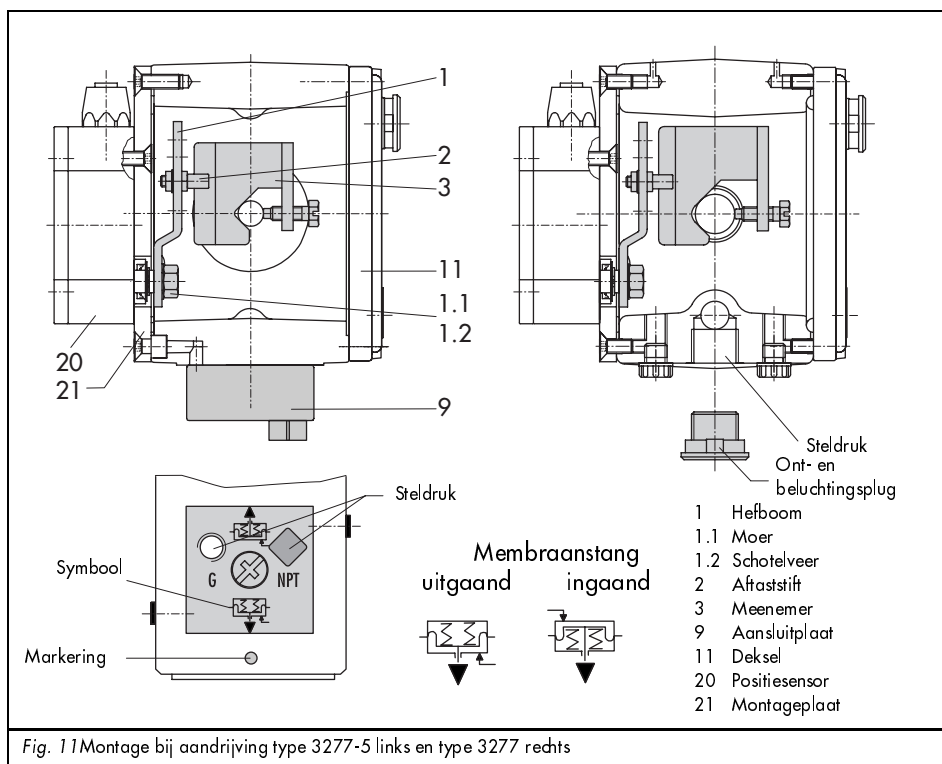

Fig. 11 Montage bij aandrijving type 3277-5 links en type 3277 rechts
De steldruk van de klepstandsteller wordt via de steldrukaansluiting van de aansluitplaat (9, fig. 11 links) naar de membraankamer van de aandrijving geleid.
- ▶ Aansluitplaat (9) daarbij zodanig verdraaien dat het voor de veiligheidspositie juiste symbool "membraanstang uitgaand" of "membraanstang ingaand" op de markering wordt uitgericht (fig. 11 onder).
- ▶ Let op dat de vlakke pakking van de aansluitplaat (9) correct is geplaatst.